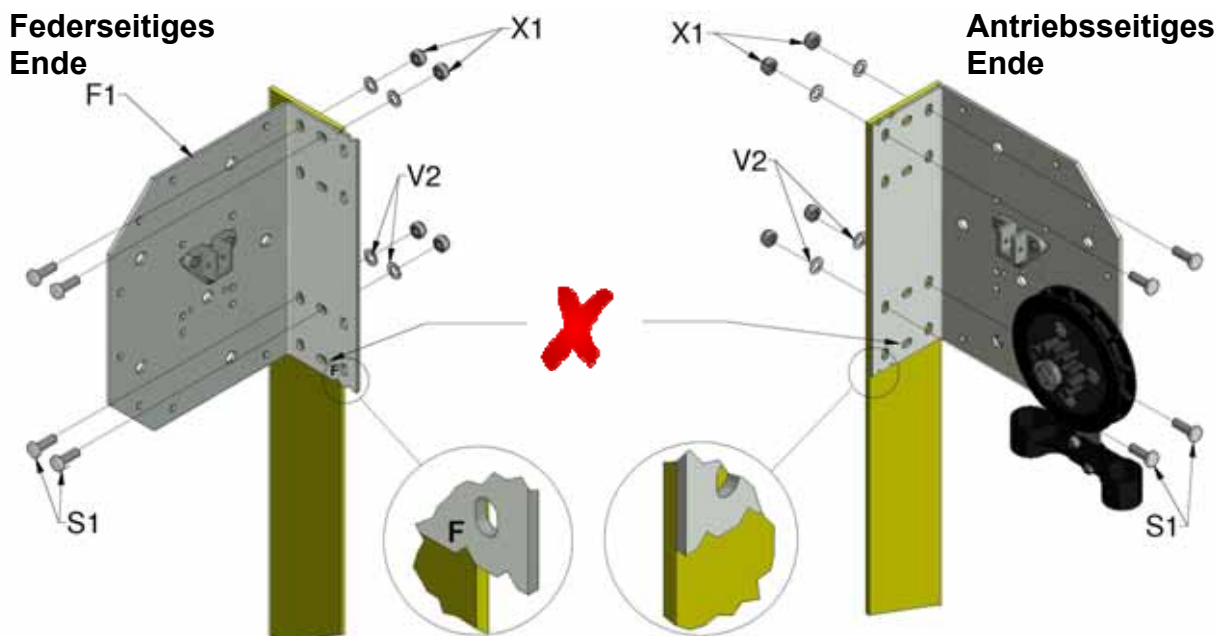

Abbildung 3: Positionierung der oberen Halterung
2. Schablone als Bohrführung verwenden und Halterung für das freie Ende (F1) und das Antriebsende (E1) mit den M10 Schrauben (S1) in der erforderlichen Höhe befestigen. Die unteren Löcher dürfen nicht verwendet werden: Die Schrauben könnten das Aufrollen des Tür behindern. Die Halterungen sind entsprechend der bei der Bestellung des Agridoor-Systems angegebenen Position der Bedienkette vormontiert. Die Tür ist so konzipiert, dass die Oberkanten der Führungsschienen direkt unter den Halterungen montiert werden und bei der Halterung am freien Ende auf den Buchstaben F bzw. am Antriebsende auf die Kante der Halterung ausgerichtet sind (Abbildung 3). Bei der Montage der Halterungen muss unbedingt darauf geachtet werden, dass diese gerade und aufrecht montiert werden.